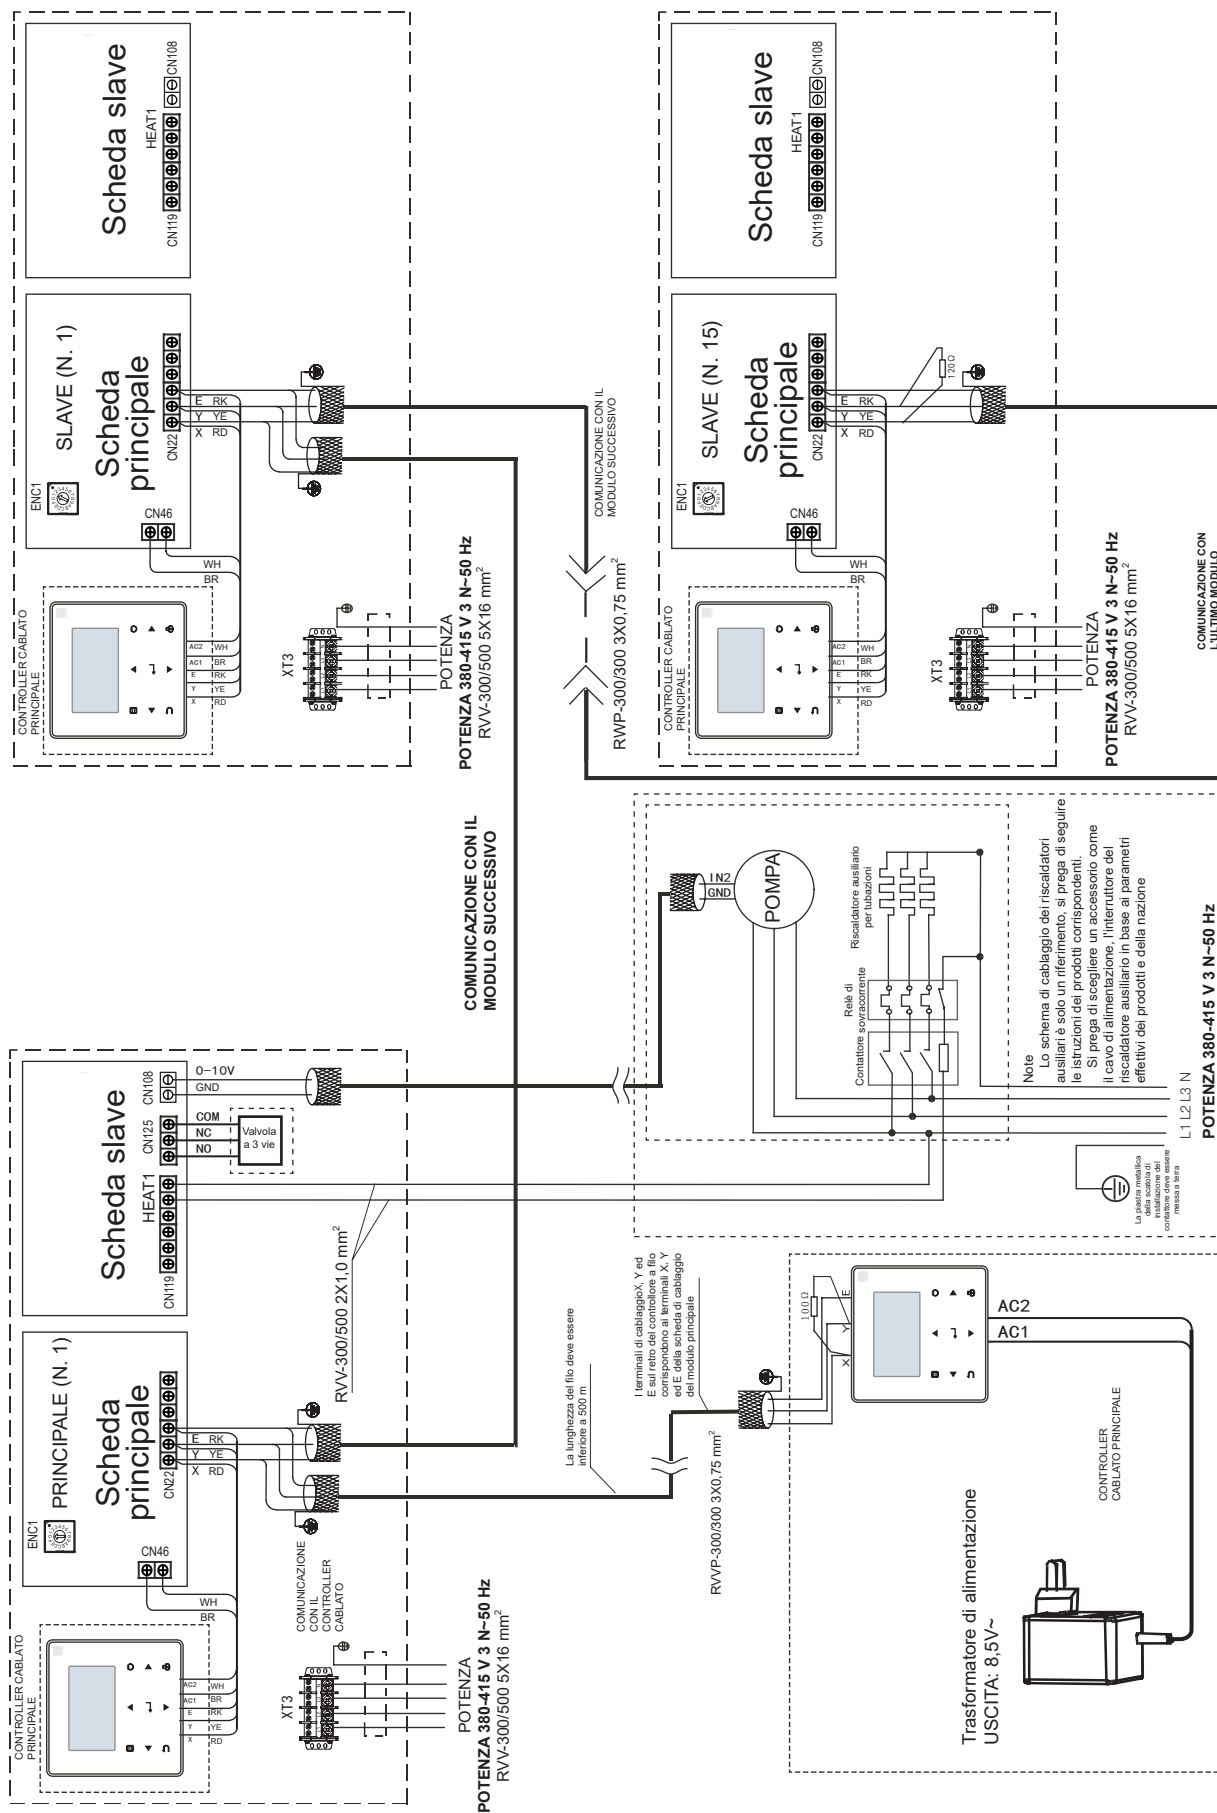

Fig. 8-18 Schema di comunicazione di rete tra unità principale e unità ausiliaria per 110 kW
c) Le unità devono essere dotate di comandi dell'unità principale (si veda la Fig. 8-18 per lo schema di cablaggio dei comandi).